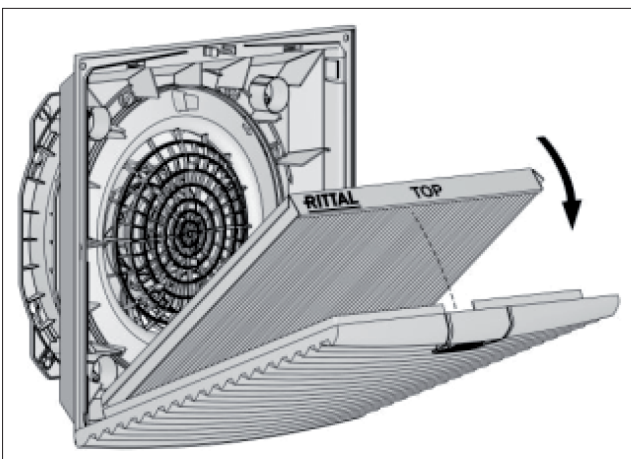

Abb. 7: Faltenfilter IP54 einbauen
- Legen Sie den Faltenfilter in das Lamellengitter ein. Der Schriftzug „Top“ kennzeichnet die Einlegerichtung (siehe Abb. 7).